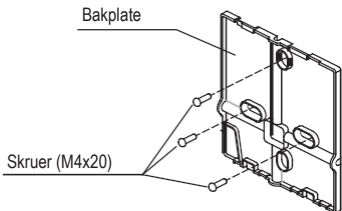

Fig 3-5
- For synlig montering på vegg fester du bakplaten på veggen med de 3 skruene (M4x20) og pluggene. (Fig.3-5)